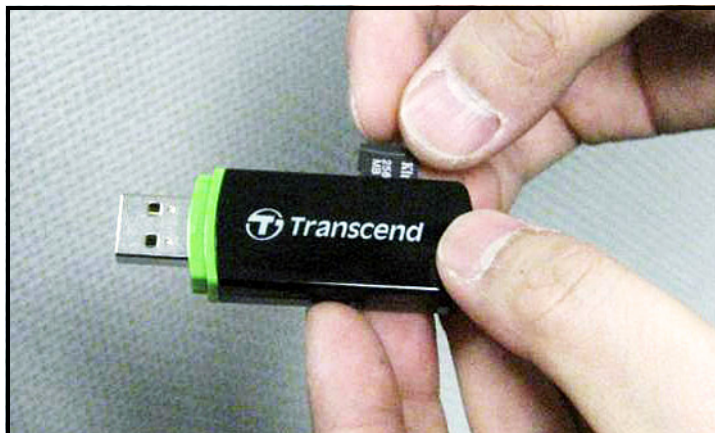

Рисунок 52: Подключение карты MicroSD в устройство считывания с карт
1. Вставьте карту MicroSD в устройство считывания с карт (см. *Рисунок 52* ниже)